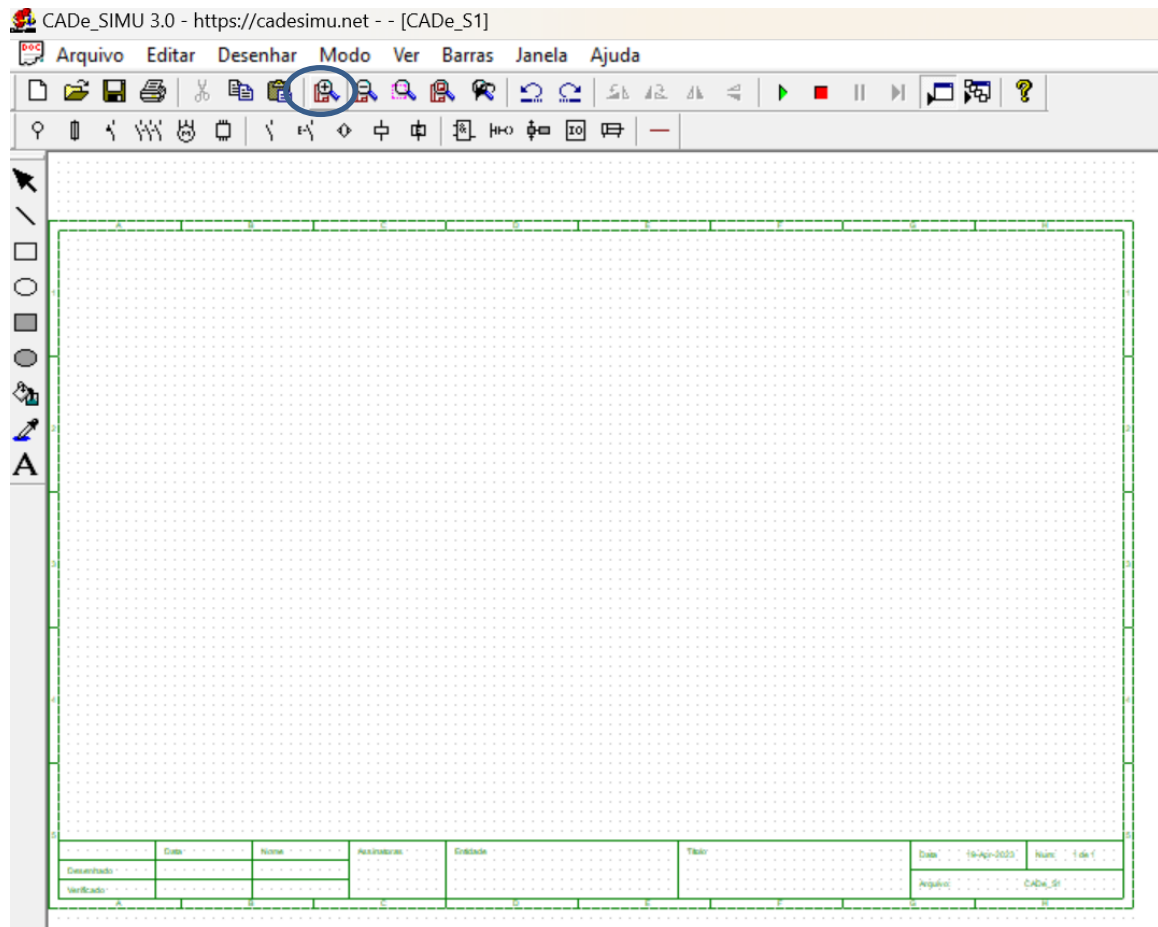

Figura 3 – Clicar na “lupa” para aumentar o ambiente de simulação
3) Podemos ampliar o ambiente de simulação clicando na lupa mostrada na Figura 3.